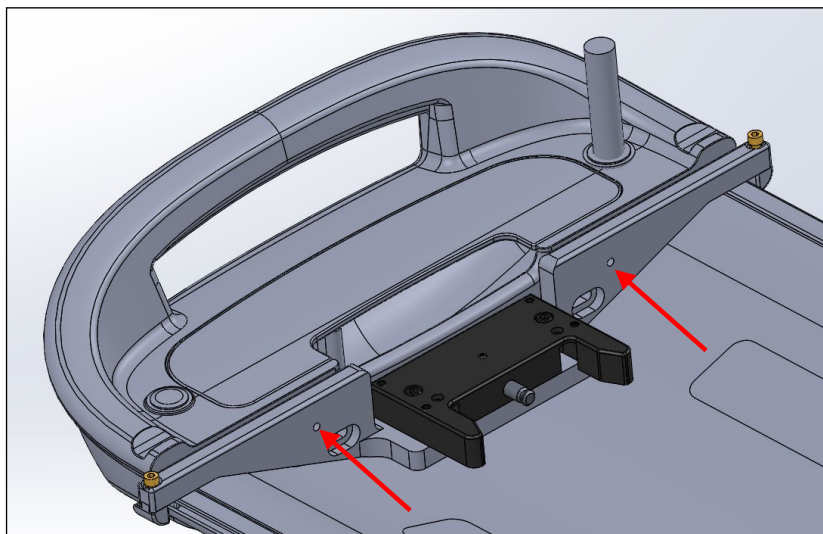

图 50
5. 然后同等拧紧固定螺钉 P/N 3002138 (2 个位置)。确保碰锁稳定且不动 (图 50) 。